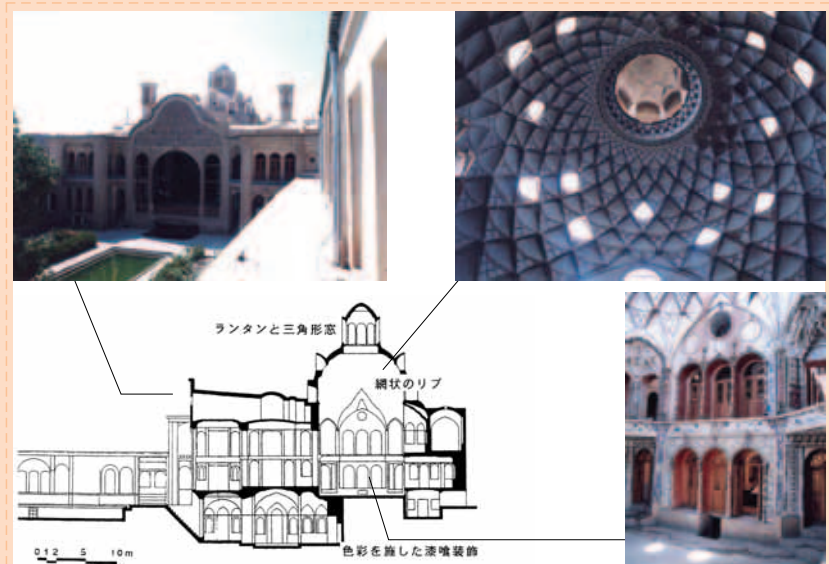

図3 ブルージェルディー邸サルプーシーデ断面
一方中庭南辺中央には、半円形のアーチに円弧や直線を組み合わせた屋根飾りが載る有蓋テラス・イーワーンが堂々と建ち、訪問者の視線を奪う(図2-③、図3)。
この邸宅のサルプーシーデ天井には中央天窓のほか、幾つもの小窓が散りばめられており、更に中央天窓上部にはランタンが乗せられている(図3)。天井を支える壁面にはスタッコによる装飾が施され、家人が健在だった時代の栄光を伝えている(図3)。
屋根にはランタンと各開口部上部に乗せられた小窓が見事なリズムで建ち並び、ドーム両側には風採塔がそびえる。ここがこの住宅の最大の見せ場なのかもしれない(図3)。